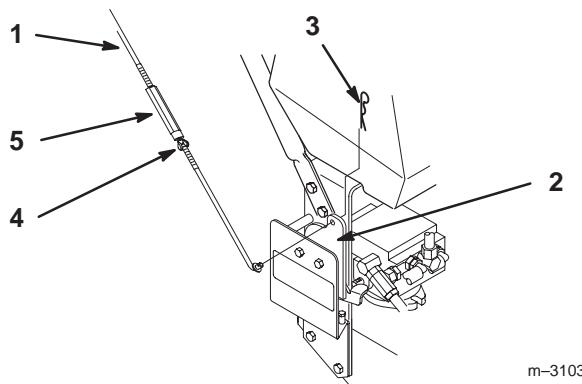

Bild 5
1. Schieben Sie das Gestänge in die Schaltbügelhalterung und befestigen Sie es mit einem Splint (Bild 5).
3. Lösen Sie die Flügelmutter am rechten Einstellgestänge und drehen Sie die Spannschraube hinein oder heraus, um die Spurweite zu verstetzen. Befestigen Sie die Spannschraube mit der Flügelmutter (Bild 5).